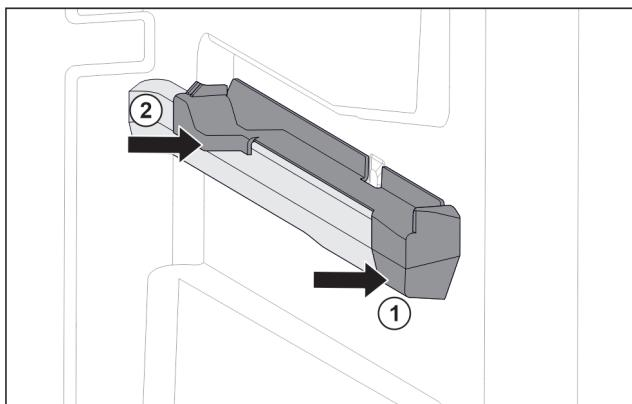

Fig. 72 Наставка върху дясното ребро на съда
- Поставете наставката отпред към реброто на съда. Fig. 72 (1)
- Притиснете наставката отзад. Fig. 72 (2)